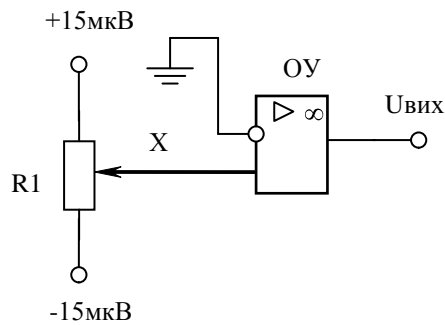

Рисунок 1
1. Зберіть схему наведену на рис.1 з ідеальним ОП.
1. Замініть у схемі на рис.1 ОП на реальний (наприклад, LM 741).